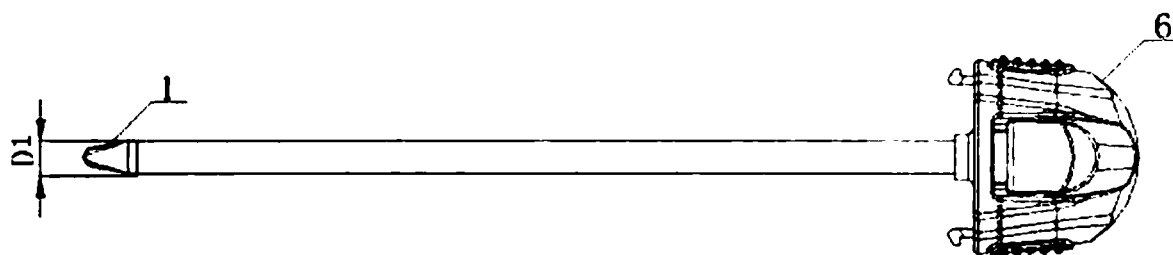

Рис. 3 – obtюратор троакара эндоскопического одноразового.
5. Поверните эндоскоп по желанию. Закрепите эндоскоп в obturator с помощью фиксирующей шайбы эндоскопа (рисунок 3).